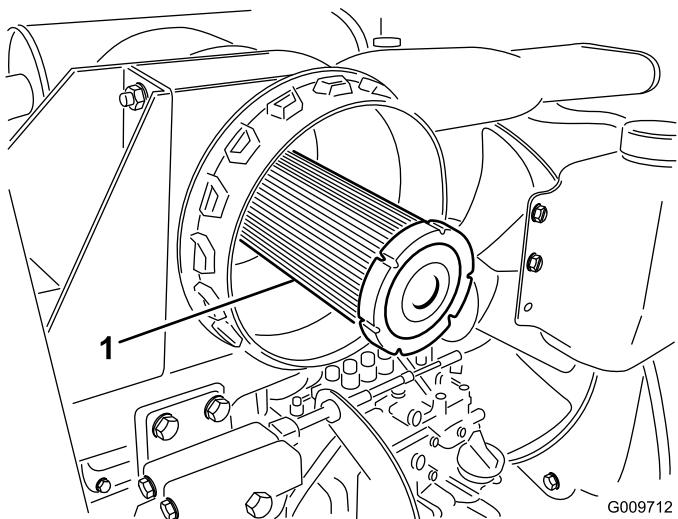

図 30
**重要** 安全フィルタ（図 30）は絶対に洗わないでください。安全フィルタは、1次フィルタの3度目の整備時に新品に交換します。